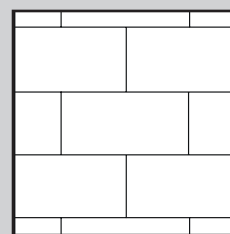

Figure. 3b
4. Commencez la deuxième rangée en emboitant la languette dans la rainure qui tient la lame à un angle d'environ 30°. Poussez ensuite fermement la lame/dalle dans la rainure de la première rangée. Posez la lame/dalle suivante en emboitant la languette dans la rainure le long du bord court (Figure 3). Il convient de poser les dalles et les lames en « décalé » pour faire en sorte que les quatre coins ne se touchent jamais. (Figure 3a et Figure 3b).